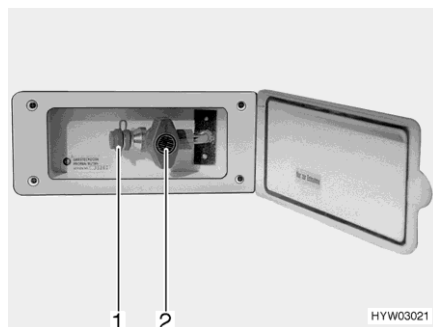

Bild 63 Extern gasanslutning
- Anslut den externa gasapparaten till anslutningar (Bild 63,1).
- Öppna gasavstängningsventilen (Bild 63,2).